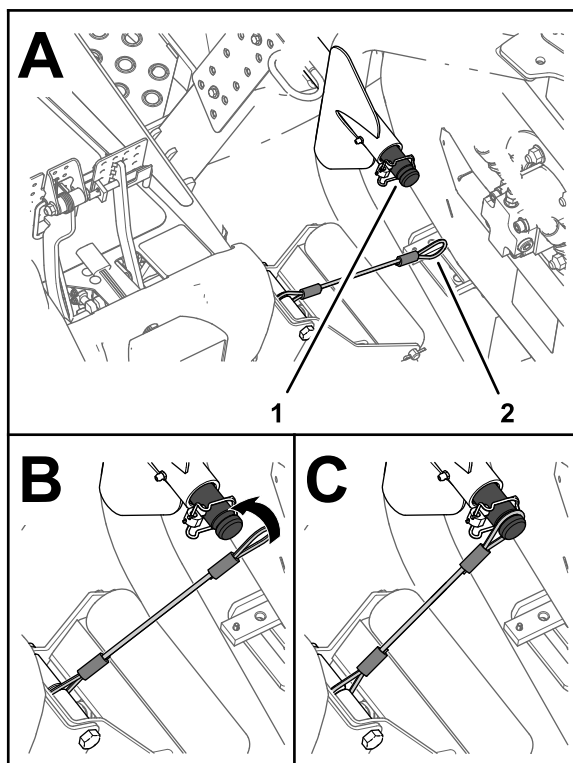

Рисунок 33
6. Наденьте петлю стропа на несущий вал до полной посадки петли в канавку вала (Рисунок 33).
5. Совместите строп с несущим валом подъемного рычага переднего наружного режущего блока (Рисунок 33).